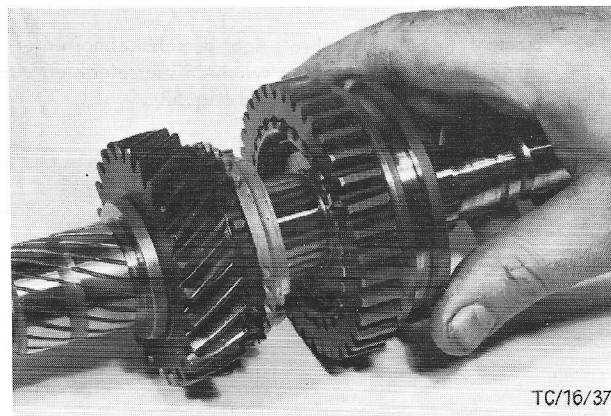

Fig.60 Synchroaaf voor 1e/2e versnelling monteren.
28. Schuif de synchro voor de 1e/2e versnelling op de hoofdas, met de groef voor de schakelvork naar achteren gekeerd (fig.60). Monteer de borgveer.